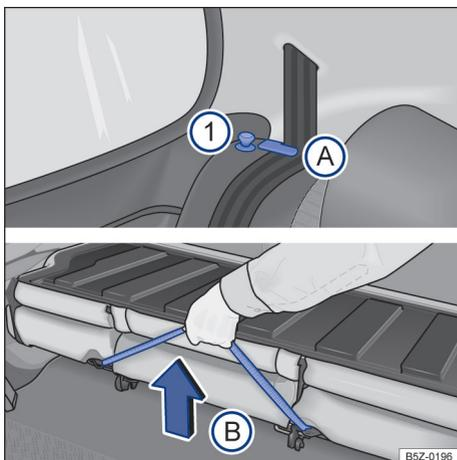

Fig. 59 Banco traseiro: pinos de destravamento ; posicionador para os cadarços dos cintos ; alça para destravamento do conjunto do assoalho .
- Posicionar os cadarços dos cintos de segurança nos seus respectivos posicionadores → Fig. 59 .
- Levantar o pino → Fig. 59  de destravamento em ambos os lados para cima e, ao mesmo tempo, rebater o encosto do banco traseiro para frente.
- Puxar a alça → Fig. 59  para destravar o conjunto do assoalho e, ao mesmo tempo, levante-o **cuidadosamente** na direção dos bancos dianteiros.
- Segurar o banco traseiro pela alça → Fig. 59 (B) e, soltar de uma altura de 15 cm.
- Retirar os cadarços do cinto de segurança do posicionadores → Fig. 59 (A). Para veículos com cintos de três pontos fixos, recolocar as linguetas nos respectivos fechos.